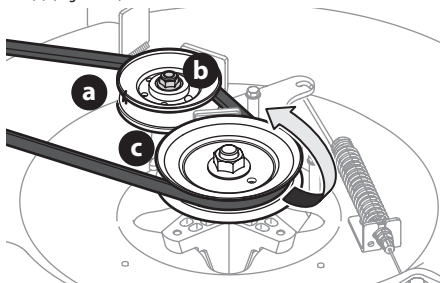

Figura 39
7. Afloje la polea loca (plataformas de 24" solamente) (a) para lo cual debe aflojar la tuerca de seguridad con brida (b) que la sujeta, lo suficiente para que quede una holgura para que pase la correa hacia afuera. Extraiga la correa sacándola de la polea de transmisión de la plataforma (c) y de la polea loca (a) (Figura 39).